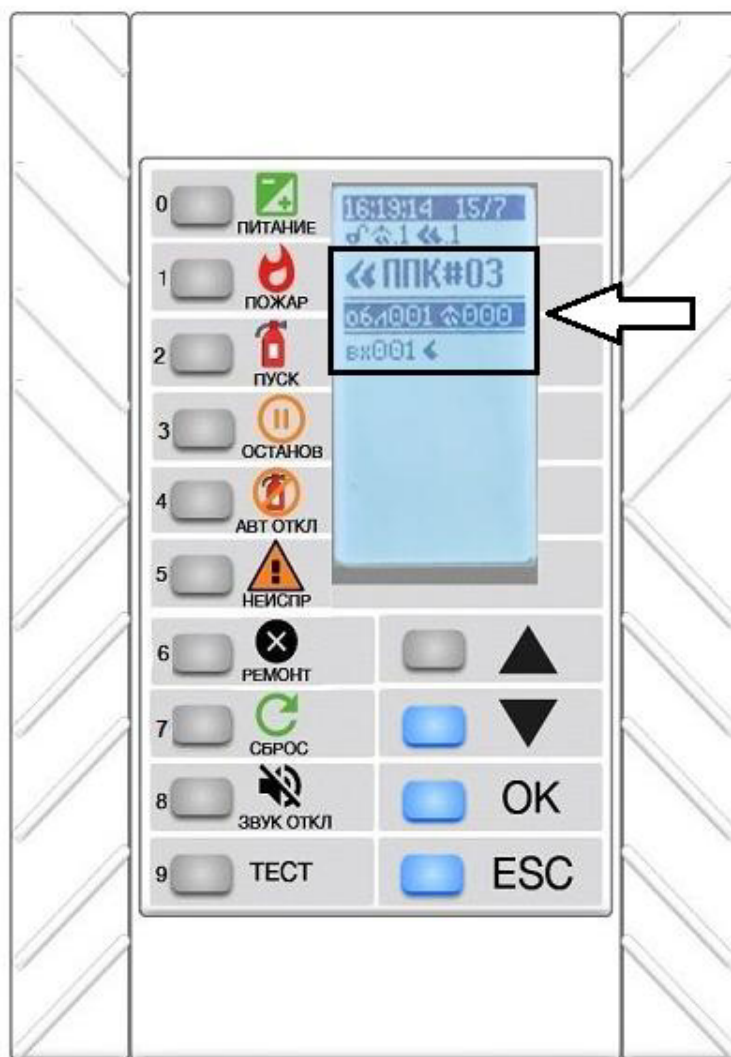

Рисунок 26
2. Выбрать ППК-Р, откуда поступил сигнал тревоги, и нажать кнопку «ОК». Затем еще раз нажать кнопку «ОК» (рисунок 26).